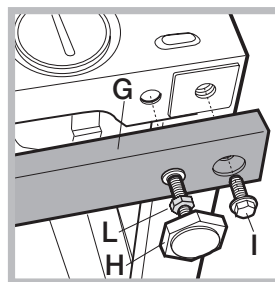

Fig. 11
- i 4 dadi (**L**), quindi agire come segue (*fig. 11*):